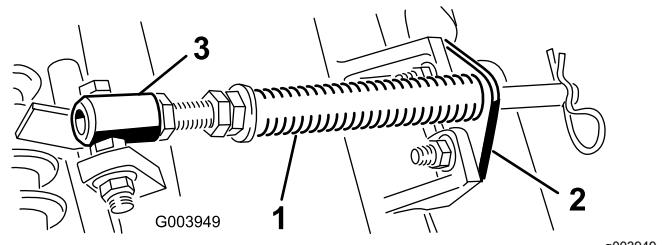

図 10
図 10。
- B. スプリングチューブのボルトをキャリアフレームのタブに固定しているフランジナット図 10を外し、アセンブリを取り外す。